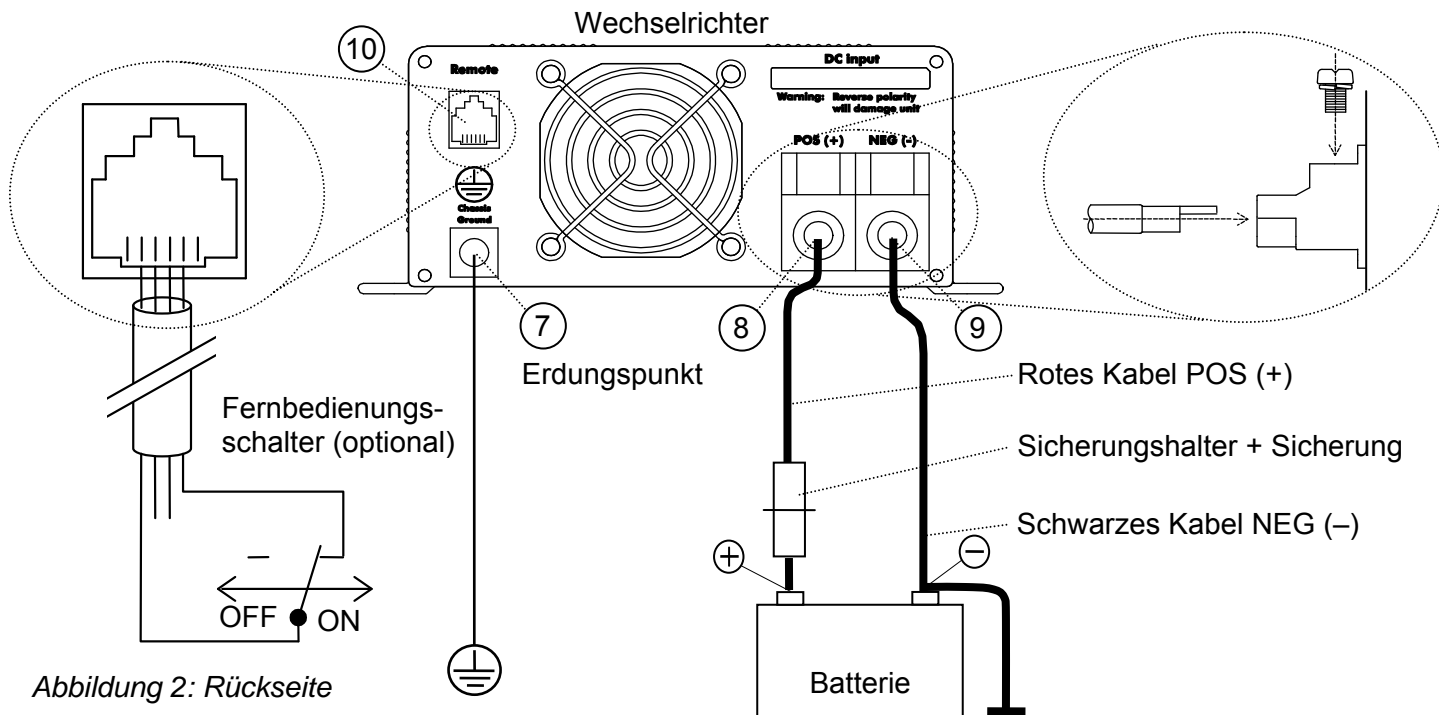

Abbildung 2: Rückseite
- Schließen Sie den Erdungspunkt des Wechselrichters (siehe Abb. 2, Ref. 7) an den zentralen Erdungspunkt des Fahrzeugs / Schiffes an.
- Schließen Sie den Neutraleiteranschluss (N) des AC-Ausganges an dem Schutzleiter (PE) an und integrieren Sie einen Fehlerstromschutzschalter in die Verdrahtung des AC-Ausganges. Siehe unten für modellabhängige Angaben.
- Fernbedienung (optional). Wenn Sie den Wechselrichter von einem entfernten Standort bedienen möchten, können Sie einen entsprechenden Schalter einbauen, so wie in Abbildung 2 dargestellt. Wenn der Kontakt geschlossen ist, wird der Wechselrichter eingeschaltet.